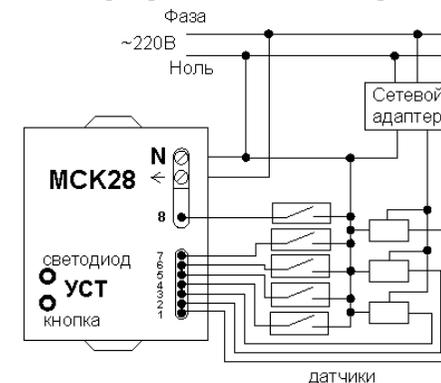

Рис. 4. Схема подключения датчиков.
- 4.3. Подключить до 8 датчиков, имеющих релейный выход или выход типа «открытый коллектор» производится согласно рис. 4.